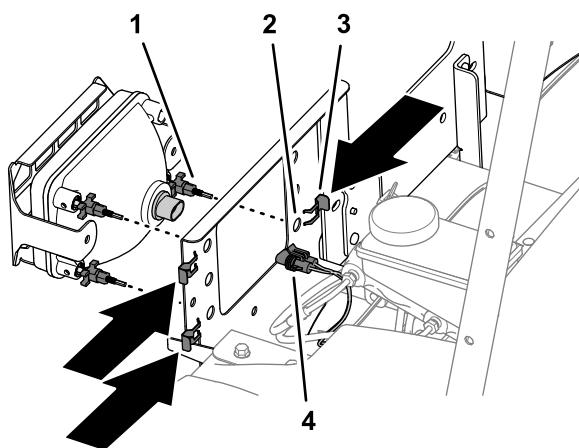

Figura 46
6. Ligue o conector de duas tomadas da cablagem da máquina ao conector de dois pinos na traseira do farol (Figura 46).